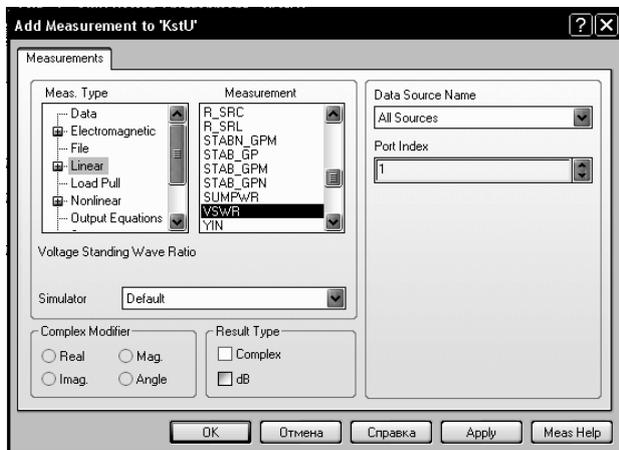

Рис. 3.182
7. Создайте график коэффициента отражённой волны. Для этого щёлкните по значку **New Graph** на панели инструментов и создайте график с именем **KstU**. Щёлкните по имени созданного графика в левом окне проекта и выберите **Add Measurement**. В области **Meas. Type** отметьте **Linear**, в области **Measurement** отметьте **VSWR**, в поле **Port Index** введите **1**, снимите “галочку” в **dB**, нажмите **Apply** и **ОК** (рис. 3.182).